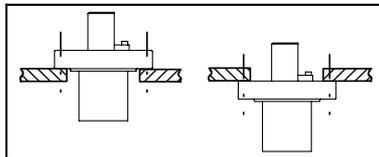

Bild 10/Fig. 10
- Befestigen Sie den STAF-... am Anschlußflansch mit vier Schrauben (siehe Bild 10).
- Fasten the connecting flange of the STAF-... with four screws (see Fig. 10).